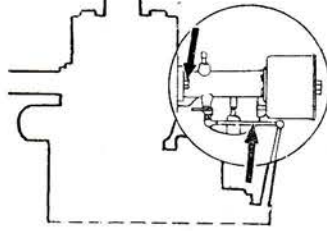

Рис. 7
9. Снять тягу дроссельной заслонки, отвернуть ключом 14 мм две гайки крепления карбюратора (рис. 7), снять карбюратор. Сохранить прокладку фланца.